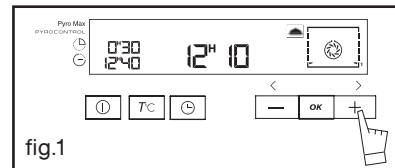

fig.1
- Premi il comando ① poi seleziona con il comando + fino alla funzione  (fig.1).
Premi il comando ① (fig.1).